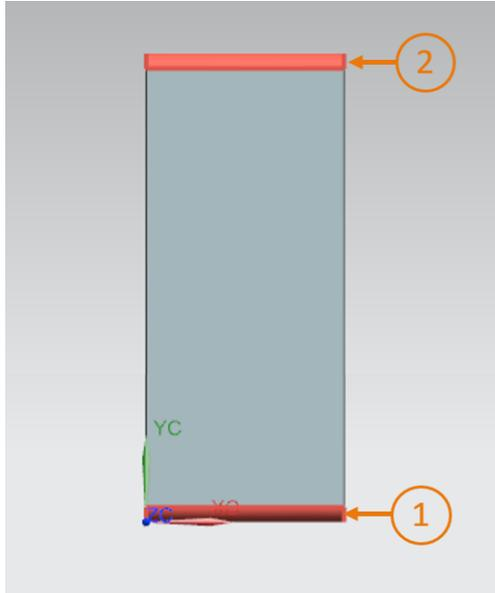

Figure 28 : Bande de transport avec rouleaux d'extrémité mis en évidence en rouge
D'autres corps de collision sont les rouleaux à l'avant et à l'arrière de la bande transporteuse, comme illustré à la Figure 28. La forme de base de ces rouleaux d'extrémité est cylindrique. Notez qu'un corps de collision doit être créé pour chaque extrémité.
- Commencez par le rouleau avant. Ouvrez pour cela de nouveau la fenêtre de commande "**Collision Body**" (Corps de collision). Sélectionnez comme objet le **rouleau d'extrémité avant** (voir Figure 28, étape 1) et "**Cylinder**" (Cylindre) comme forme de collision. Affectez le nom "**cbConveyorShortStart**" à ce corps de collision et terminez la création.
- Poursuivez maintenant avec le rouleau d'extrémité arrière. Ouvrez la commande "**Collision Body**" (Corps de collision). Sélectionnez le **rouleau d'extrémité arrière** comme objet (voir Figure 28, étape 2) et "**Cylinder**" (Cylindre) comme forme de collision. Affectez le nom "**cbConveyorShortEnd**" à ce corps de collision et terminez la création.